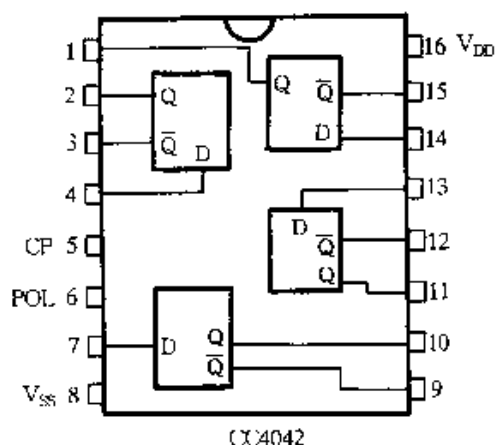

图 2-380
⑧ 图 2-380 所示为四锁存 D 型触发器 CC4042 引脚功能图。CC4042 内含四个独立的锁存 D 型触发器, 四个 D 触发器共用时钟脉冲端 CP 和极性选择端 POL。只有当 CP 与 POL 逻辑状态相同时, D 端数据才被传输至 Q 端, 否则数据被锁存。